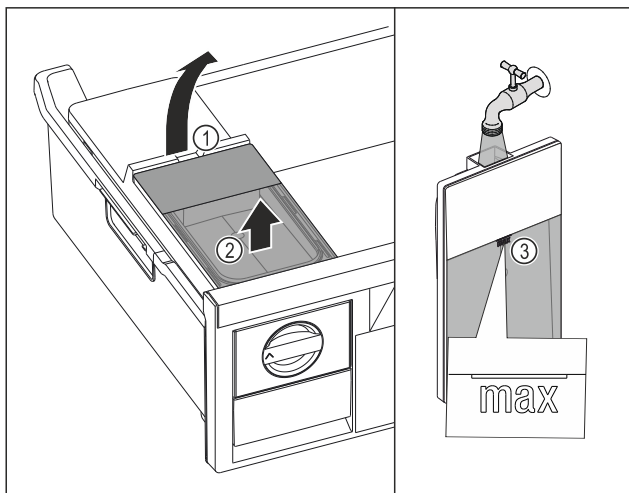

Fig. 72
- Løft vannbeholderen ved utsparingen Fig. 72 (1).
- Løft vannbeholderen ut av skuffen. Fig. 72 (2)
- Fyll vanntanken med vann opp til markeringen Fig. 72 (3).